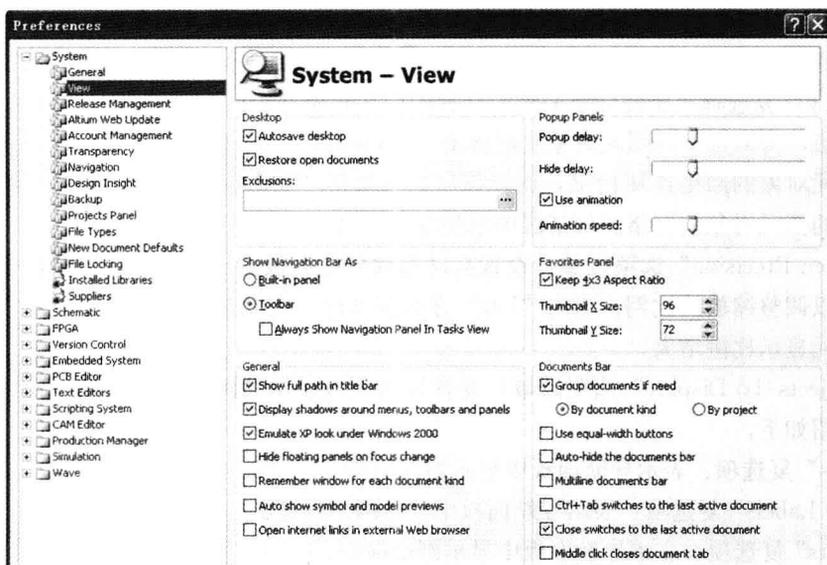

图 1-7 调整面板弹出、隐藏速度
(5) 调整面板弹出、隐藏速度。单击“Preferences”设置窗口中的“System”子菜单下“View”命令，在“Popup Panels”区域中拉动滑条来调整面板弹出延时、隐藏延时，如图 1-7 所示。